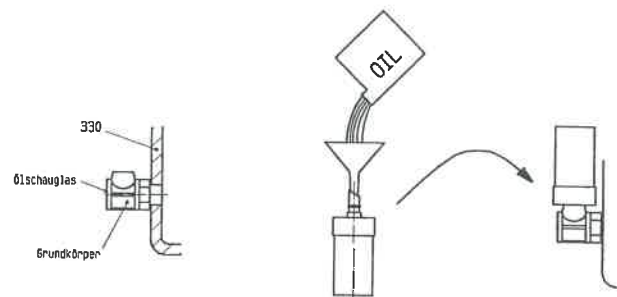

Figura 8
- Impermeabilizzare con nastro PTFE il corpo di base nella staffa di supporto (330) nel punto di collegamento con l'oliatore a livello costante (638). Ruotare fintanto che il raccordo filettato per il contenitore sia rivolto verticalmente verso l'alto (Figura 8).
- Sfilare il tappo di riempimento olio (637) sul lato superiore della staffa di supporto e versare olio nell'apertura (GF1) fino a che lo specchio d'olio arrivi subito sotto la metà del vetro di ispezione all'interno del corpo base.
- Riempire d'olio il contenitore di vetro (Figura 8) aiutandosi con un imbuto.
- Infilare il contenitore riempito nel corpo di base e avvitare subito a mano fino all'arresto (Figura 8).